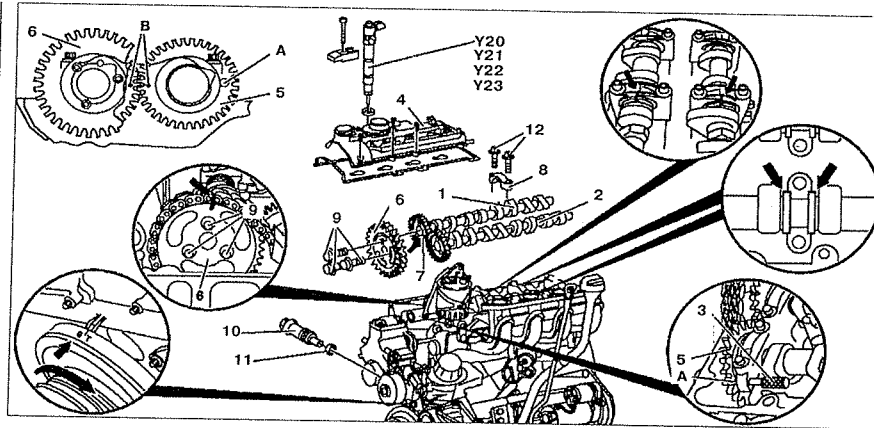

Рис. 5.20. Распределительные валы:
1. Снимите форсунки Y20, Y21, Y22, Y23 (см.рис.5.20).